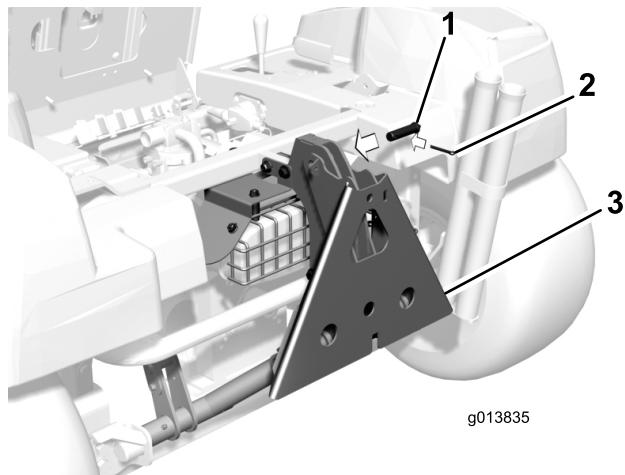

図 11
15. クレビス・ピンとコッター・ピンで、QASアダプタ・フレームをローラ・プレートに固定する(図11)。